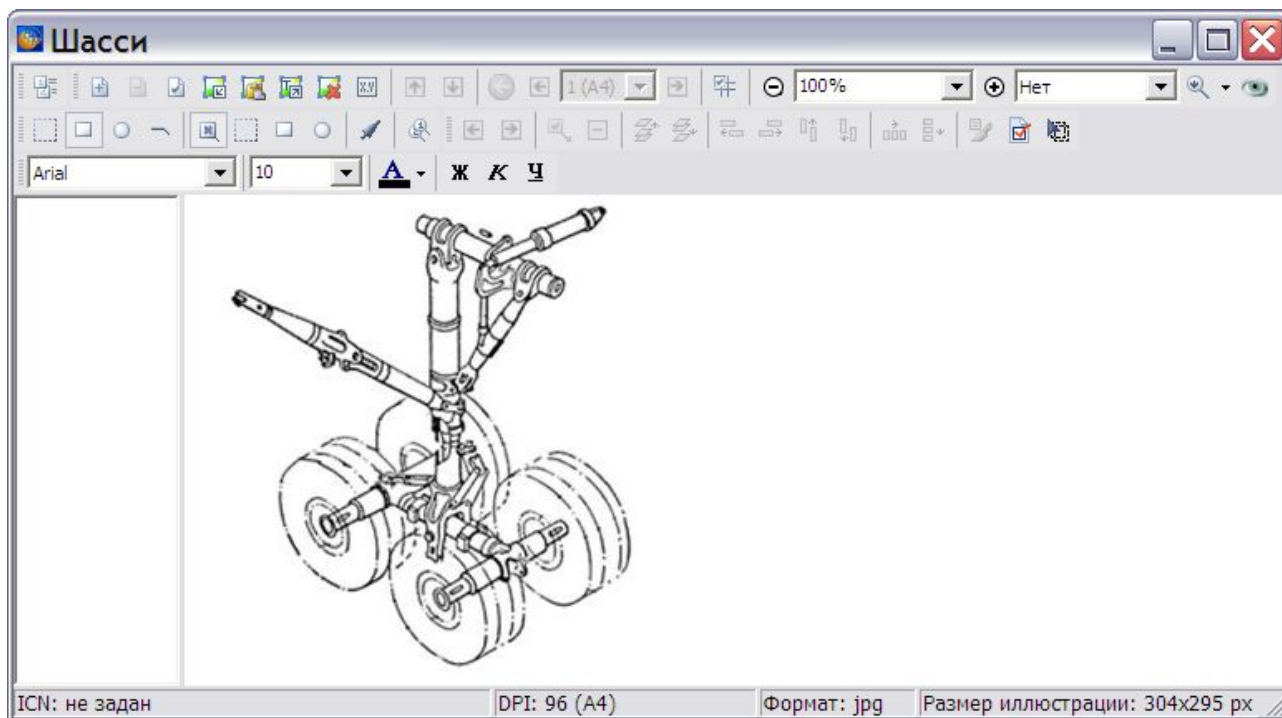

Рис. 3.125
4. Из появившегося меню выберите пункт **Открыть**. При этом откроется окно с иллюстрацией «Шасси» (Рис. 3.125).